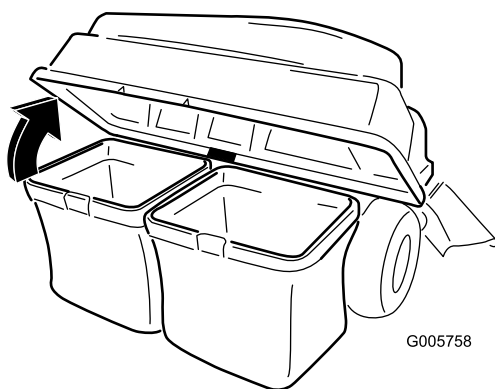

Figura 22
3. Alzate il coperchio del sistema di raccolta per aprirlo (Figura 22).